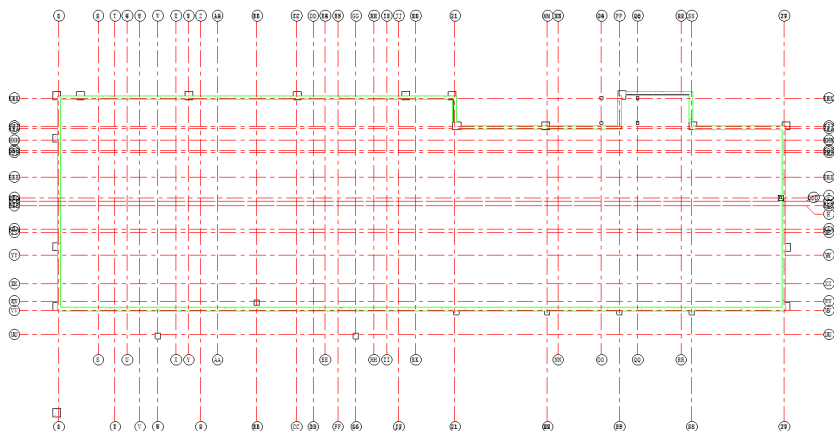

图 9-30 绘制 250mm 外墙
(3) 捕捉左下角柱的右端中点向上绘制外墙，继续在右侧绘制如图 9-30 所示的外墙。